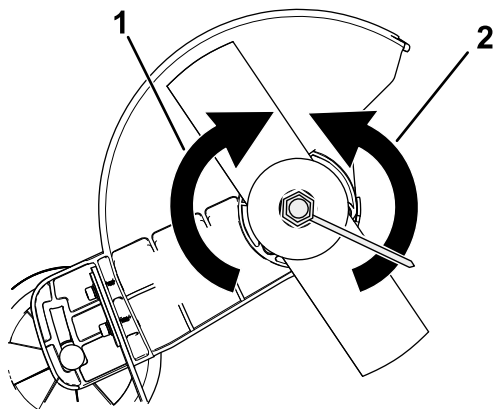

Figure 10
3. Retirez l'écrou de la lame en le tournant dans le sens antihoraire avec une clé (Figure 10).
- Serrez l'écrou de la lame en le tournant dans le sens antihoraire avec une clé (Figure 10).